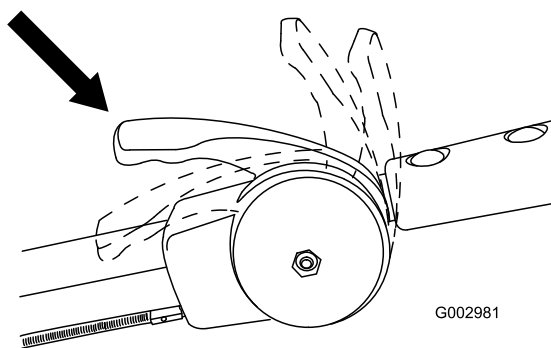

Рисунок 23
5. Когда мотор запустится, переведите дроссельный кран в положение Fast (Быстро) (Рисунок 23).